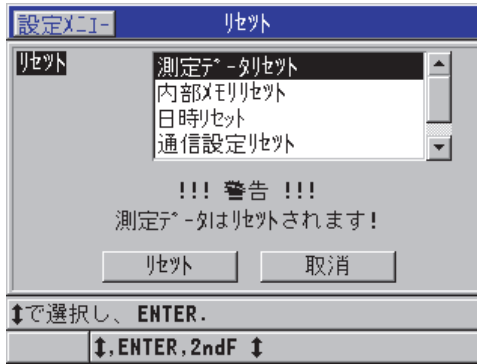

図 6-33 測定をリセットするときの警告メッセージ
2. リセット画面で、以下の操作を行います（117 ページの図 6-33 参照）。